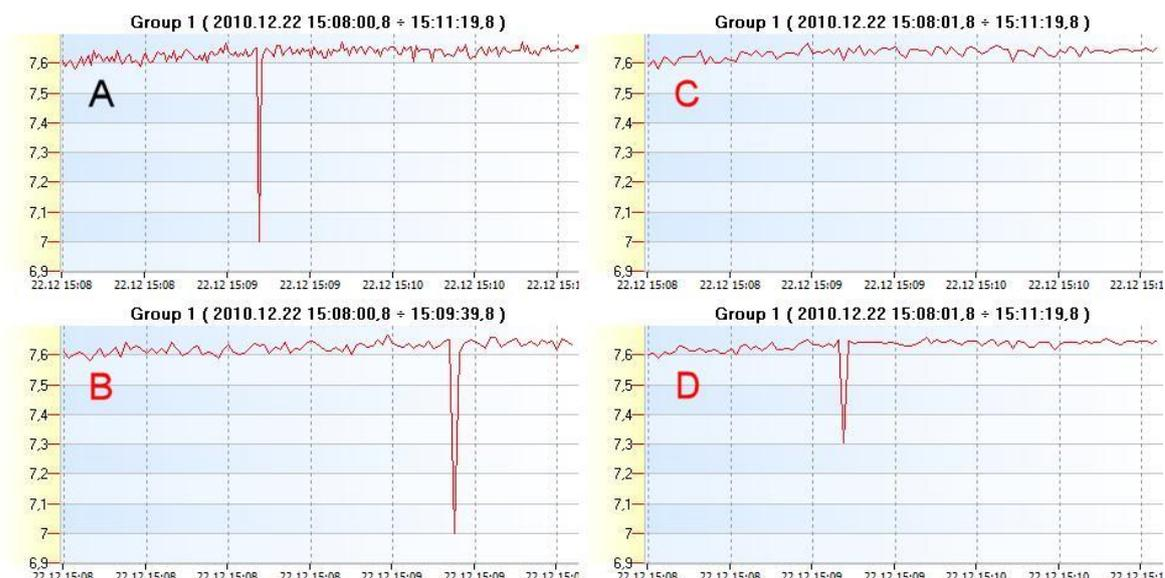

Рисунок 6.3. Влияние параметров отображения на вид графика:
- если установлен режим пропуска точек «Среднее», то отображаться будут значения, которые равны средним арифметическим значениям пропущенных и соседних с ними измерений. Это позволяет обнаружить «скачки» регистрируемых параметров, которые при регистрации в режиме пропуска точек «Выбранные данные» могут оказаться незамеченными (рис. 6.3).